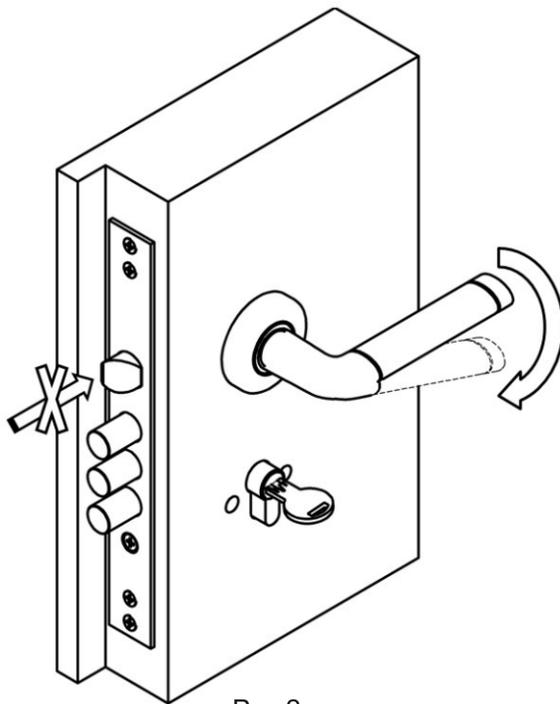

Рис.2
3.4 Защелка замка, при выдвинутом на один или на два оборота засове, перестает двигаться и остается на месте при нажатии на фалею ручки, кроме того она зафиксирована от перемещения и становится дополнительной точкой запирания (см. рисунок 2).